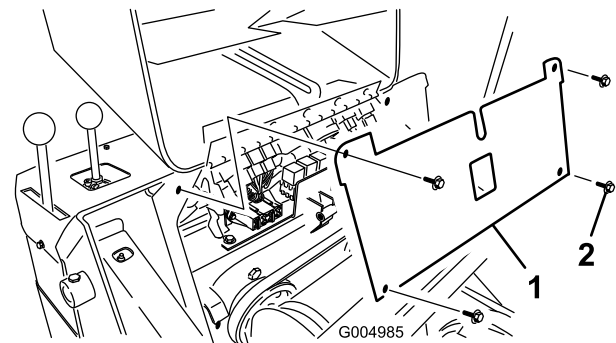

Bild 43
- Nehmen Sie die 4 Schrauben ab, mit denen die Sicherungsabdeckung befestigt ist, und ziehen Sie die Abdeckung dann heraus und nach oben, um sie abzunehmen (Bild 43).